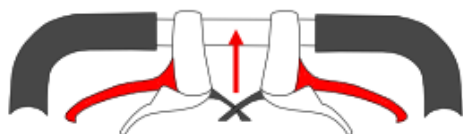

Fig. 1
- Para travar as rodas, aperte as alças superiores de travagem (Fig. 1).